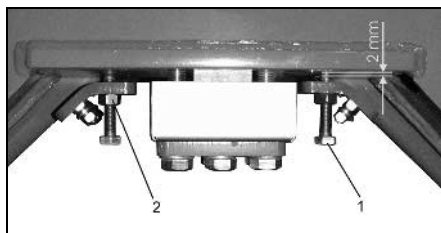

Fig. 56
Anslagsskruvarna (Fig. 56/1) ska ställas in till ett avstånd av 2 mm, enligt bild.
- Lossa kontramuttern (Fig. 56/2).
- Ställ in anslagsskruven (Fig. 56/1).
- Dra åt kontramuttern (Fig. 56/2).